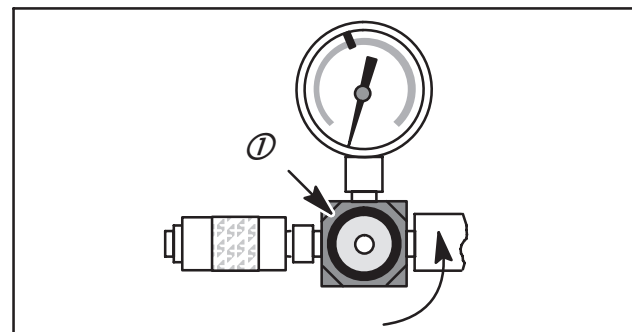
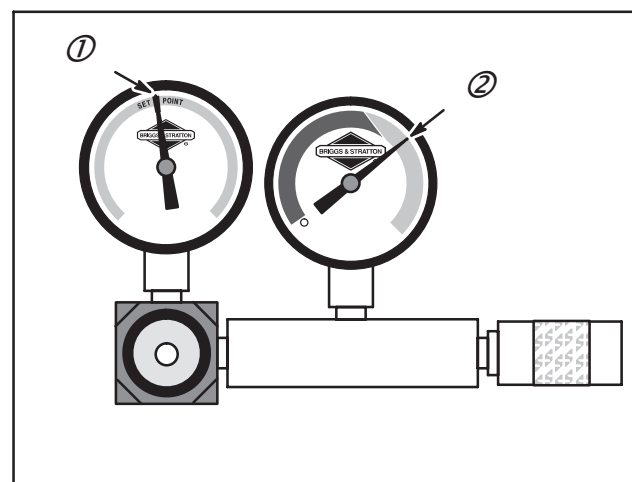

Fig. 2
Fig. 3
5. Soulever la molette de réglage du régulateur (position bloquée) et tourner à fond (1) la poignée de réglage dans le sens anti-horaire, Fig. 2. Le point de réglage du manomètre (1) est illustré à la Fig. 3.
8. En maintenant fermement la clé de blocage, tourner doucement le bouton du régulateur dans le sens horaire jusqu'à ce que l'aiguille du manomètre d'admission de l'outil de contrôle soit sur le point de réglage (1). Enfoncer l'écrou de blocage du régulateur. Noter la position de l'aiguille du manomètre de sortie (2), Fig. 3 et se reporter au Tableau No. 1, Spécifications.